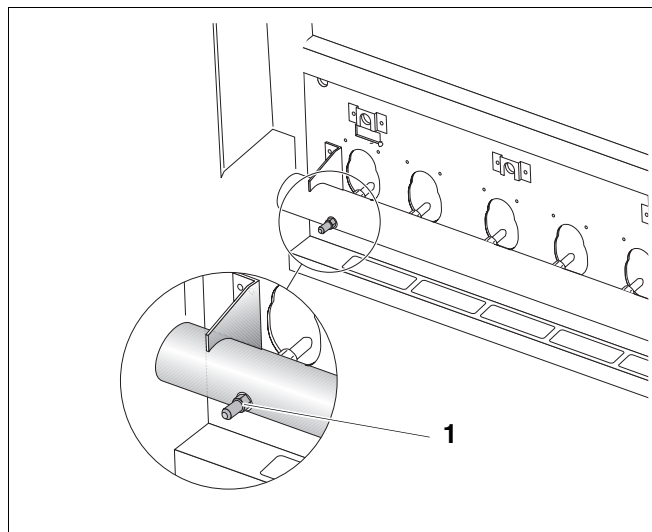

Рис. 30 Измерение давления на форсунках
- На два оборота открутить измерительный ниппель (рис. 30, поз. 1) на газораспределительной гребенке и надеть измерительный шланг U-образного манометра.